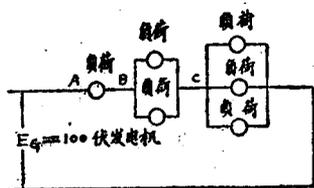

图19 复式串并联电路
⑪复式电路：实际电工上用到的简单电路，是以上述串联电路和并联电路为基本的形式。但还有其他的组合电路，这类简单的组合电路是从基本的串联电路和并联电路演变而成的，一般的说来，它们是串联及并联二种电路同时存在的一种电路，实际的组合情形是没有一定的。如图19为复式电路的一个例子。